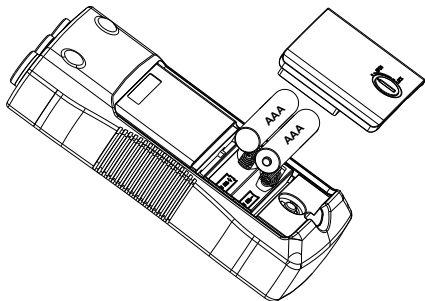

Figure 3 : Remplacement des piles
Le PRM-6 utilise deux piles AAA 1,5 V (fournies). Pour remplacer les piles, suivez ces étapes et consultez la Figure 3 :
4. Remplacez la pile comme indiqué en Figure 3. Suivez les polarités affichées dans le compartiment de la pile.